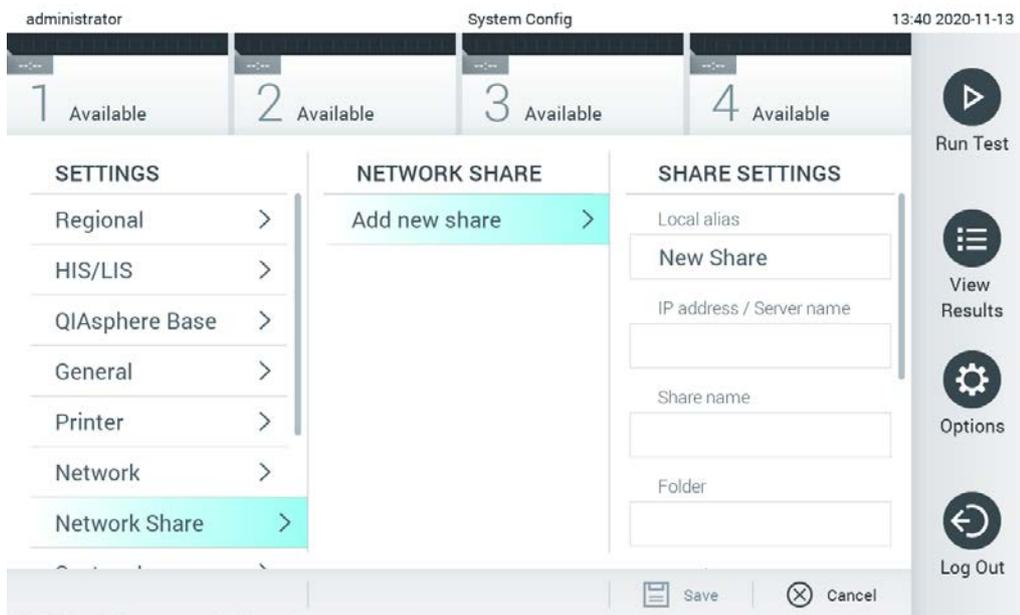

Figura 69. Adición de un recurso compartido de red.
3. Pulse el botón Add new share (Añadir nuevo recurso compartido) (figura 69).